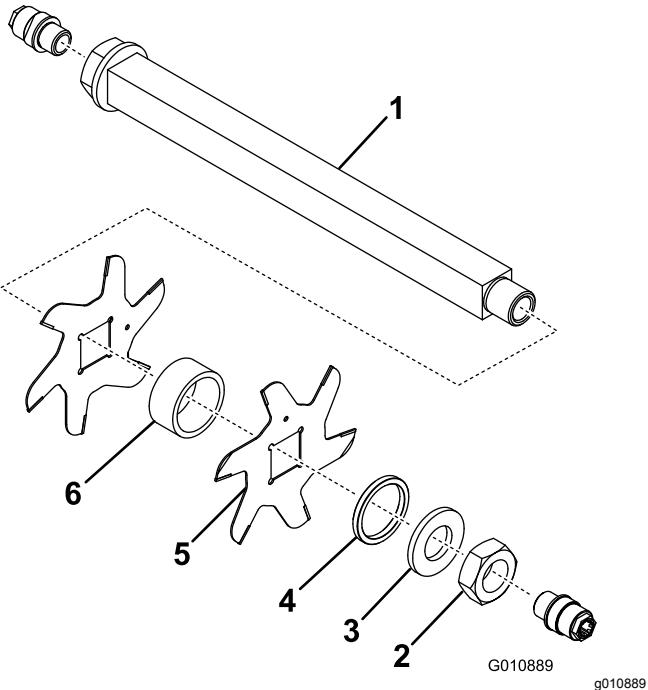

Figura 14
- Retire o espaçador pequeno, a anilha, as lâminas e os espaçadores grandes. Limpe e lubrifique o eixo quadrado com uma leve camada de massa para facilitar montagem (Figura 14).